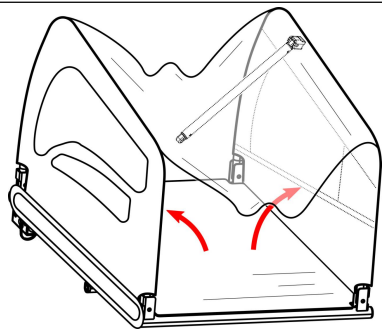

Figure 1
Sortez le châssis principal de la remorque et tous les autres composants du carton. Retirez les capuchons de protection noirs aux 4 coins. Soulevez les deux panneaux latéraux en position verticale (Figure 1).
2. Axe écroué : dévissez l'écrou avec la rondelle du côté gauche de l'essieu arrière du vélo. Installez l'attelage sur l'essieu et revissez l'écrou avec la rondelle (Figure 1 2).